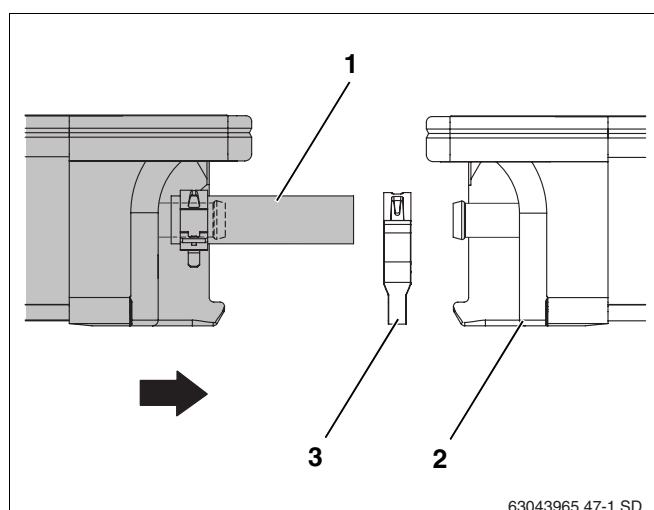

Fig. 46 Insérer le deuxième capteur dans le premier
- Poser le deuxième capteur avec les tubes solaires prémontés (fig. 46, **pos. 1**) sur les rails profilés et laisser glisser dans les dispositifs de sécurité anti-glissement.
- Glisser la deuxième bride du compensateur (fig. 46, **pos. 3**) sur le tube solaire.
- Connecter le second capteur au premier (fig. 46, **pos. 2**) de manière à ce que les tubes solaires prémontés s'insèrent dans les raccords gauches du premier capteur.